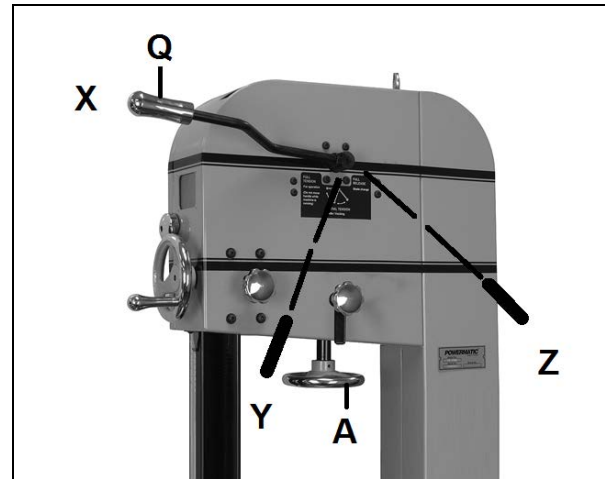

Fig 37
Nach der Montage des Sägebandes ist mit dem Handrad (A, Fig 37) für ausreichende Bandspannung zu sorgen.
Vor jedem Maschinenbetrieb, bringen Sie den Band-Schnellspannhebel (Q, Fig 37) in die Band gespannt Stellung (X).